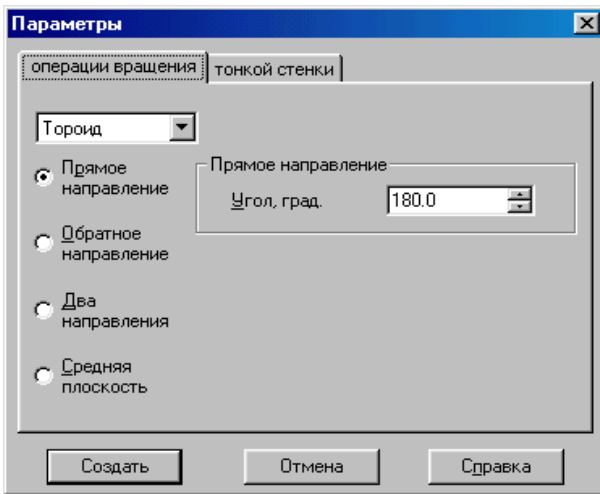

Рисунок 3.1 – Діалогове вікно параметрів деталі обертання.
Після виклику команди **Операции вращения** на екрані з'являється діалог, в якому потрібно встановити параметри елемента обертання (рисунок 3.1).
3.2.7 При відсутності похибок у побудові ескізу виникає діалогове вікно параметрів (рисунок 3.1). У вкладці **Операции вращения** обираємо **Сфероид**, **Два направления** та ставимо значення кута для кожного напрямку обертання 180° . Переходимо до вкладки **Тонкой стенки** та знімаємо помітку **Создавать тонкую стенку**. Натискаємо кнопку **Создать**.